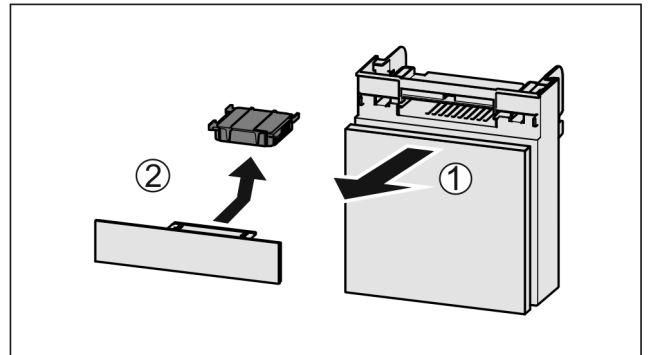

Fig. 86
- ▶ Wyciągnąć Fig. 86 (1) komorę do przodu.
- ▶ Wyjąć Fig. 86 (2) filtr z węglem aktywowanym.